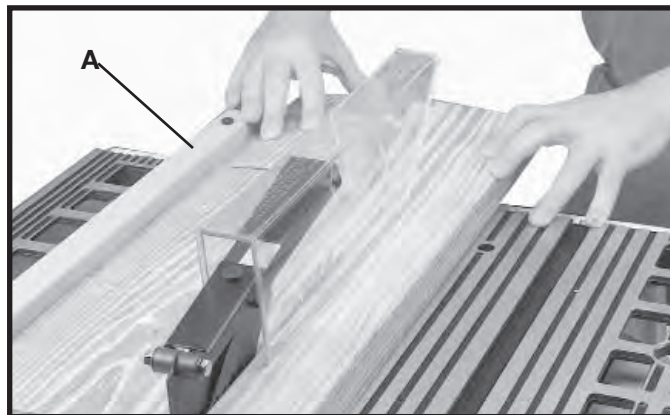

Fig. 40
El corte longitudinal se realiza a lo largo de una tabla. La guía de corte (A), Fig. 40, se utiliza para guiar y ubicar la pieza de trabajo en la posición correcta. Un borde del trabajo corre contra la guía de corte mientras que el lado plano de la tabla descansa sobre la mesa. Debido a que el trabajo es empujado a lo largo de la guía, debe tener un borde recto y un contacto firme con la mesa. Se debe usar la guarda de la hoja de la sierra. La guarda tiene dedos de antiretroceso para prevenir el retroceso y un separador para evitar que el corte de la madera se cierre y atasque la hoja.
1. Encienda el motor y haga avanzar el trabajo, sosteniéndolo hacia abajo y contra la guía. **Nunca** se pare en la línea de corte de la sierra mientras realiza el corte longitudinal. Sostenga el trabajo con ambas manos y empujelo a lo largo de la guía y hacia la hoja de la sierra (Fig. 40). Luego puede introducirlo en la hoja de la sierra con una o ambas manos. Después de que el trabajo pasó la hoja de la sierra y los dedos de antiretroceso, retire la mano. Una vez terminado esto, el trabajo quedará en la mesa, apenas inclinado y prensado por el extremo de la guía posterior, o se deslizará de la mesa al piso. Alternativamente, la alimentación puede continuar hasta el final de la mesa y después de eso, se levanta el trabajo y se lo lleva junto al borde externo de la guía. El material cortado permanece en la mesa y no debe tocarse hasta que se haya detenido la hoja de la sierra, a menos que la pieza sea grande y permita una remoción sin peligro. Cuando se cortan longitudinalmente tablas de más de 9,14 m (3 pies) de largo, utilice un apoyo para el trabajo en la parte posterior de la sierra para que la pieza no se caiga de la mesa de la sierra.